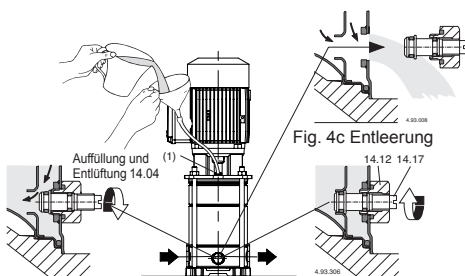

Abb. 4a Auffüllung:
MXV-B, MXV(L) 25-32-40, MXV(L)4 25-32-40 Während der Auffüllung bleibt die Nadel-schraube (14.17) in der Entleerungs-Verschlußschraube (14.12) gelöst, damit der Druckraum mit dem Saugraum kommunizieren kann (**Abb. 4a**).